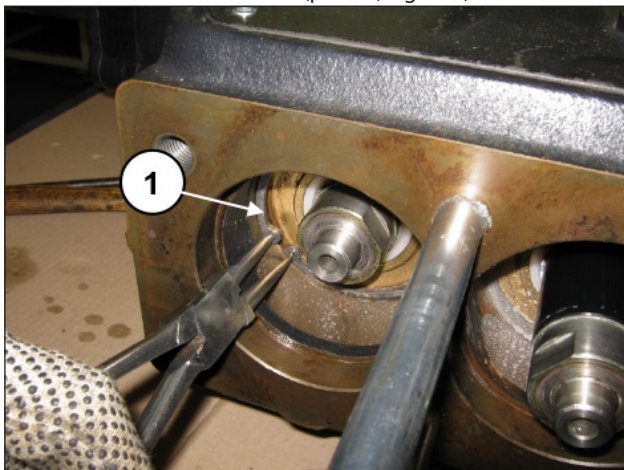

Fig. 110
Remova os anéis elástico Ø92 (pos. ①, Fig. 110).